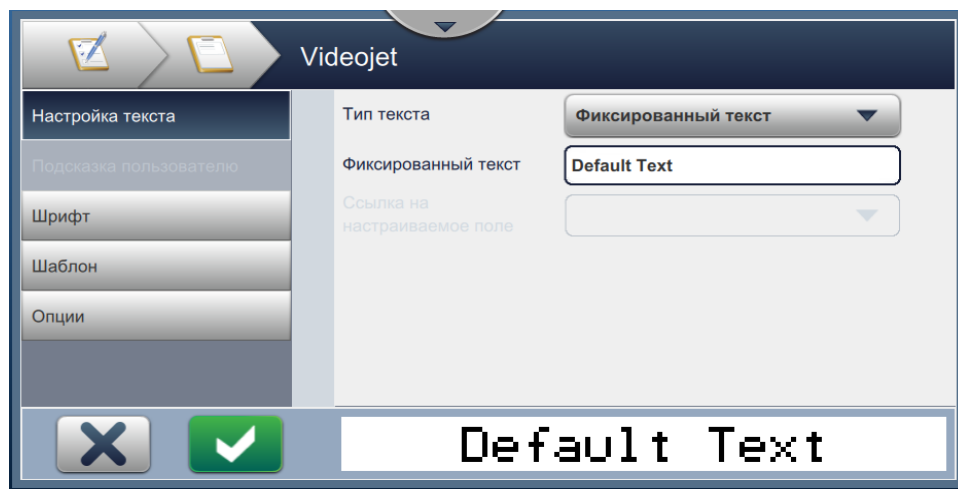

Рис. 5-5: Экран настройки полей
- Внесите необходимые изменения на экране настройки выбранного поля, как показано на Рис. 5-5. Нажмите кнопку , чтобы сохранить требуемый формат поля.